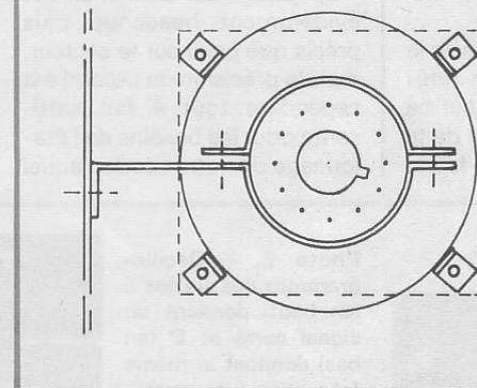

Fig. 69. - Dispositions des condensateurs de correction de l'atténuateur tels qu'ils apparaissent sous l'oscilloscope.
Le signal injecté mesurant 10Vcc devrait occuper cinq divisions verticales. Si ce n'est pas le cas, c'est que le condensateur de correction de la cellule « 100 » est mal réglé. C'est en principe sans importance (voir plus haut). On peut cependant faire rapidement ce réglage. Il suffit de le retoucher (Voir C_{100} de la fig. 69) pour couvrir les cinq divisions prévues. Avec le pré-réglage indiqué, l'amplitude initiale sera insuffisante et il faudra tourner C_{100} vers la droite.
- Passer en 50 mV/div. Sans la sonde, injecter 100 mVcc/1000 Hz. On obtient deux divisions verticales. Régler $C_{2,5}$ (fig. 69) pour une transmission correcte.